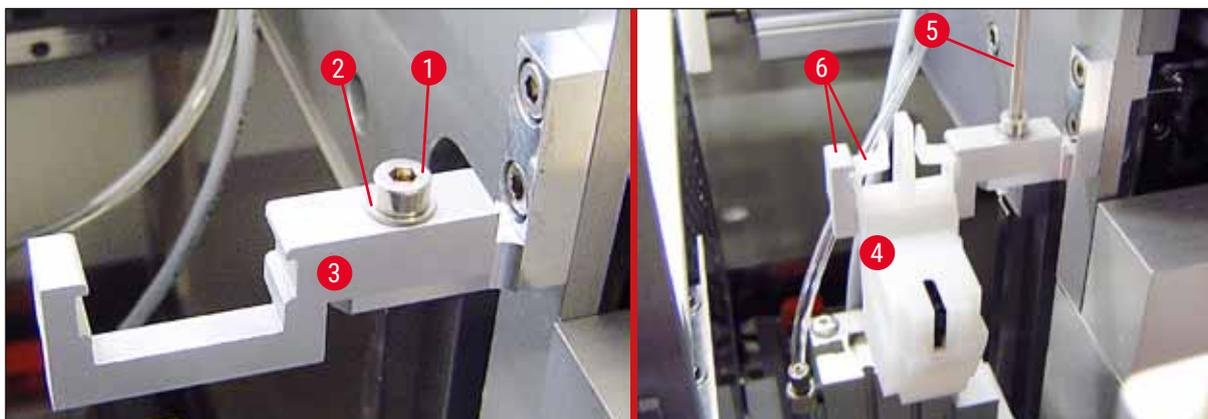

Рис. 22
4. Вставьте собранный очиститель иглы дозатора (→ Рис. 22-4) в крепление, как показано на (→ Рис. 22). Прижмите книзу, так чтобы два боковых зажима (→ Рис. 22-6) зафиксировались в выборках в монтажном кронштейне с характерным щелчком.